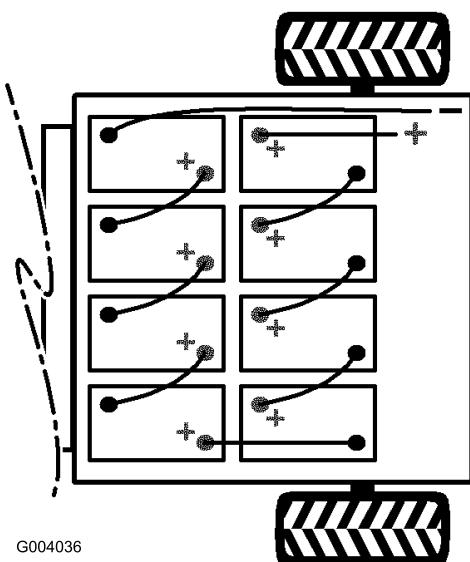

図 11
4. バッテリーは 図 11 のように配置する。
**注** バッテリーを新しく積み込む場合には、極性に十分注意してください（図 11）。
8. プラスのメイン・ケーブル（赤）でバッテリーを車両に接続する（図 11）。
9. マイナスのメイン・ケーブル（黒）でバッテリーを車両に接続する（図 11）。
6. 図 11に示すように、付属部品に入っているバッテリー・ケーブルで、バッテリーを相互に接続する。ケーブルが、鋭利な金属部などに触れないよう、注意すること。
7. ボルトを締めつけ、新しいボルト ((5/16 x 3/4 インチ)) とフランジ・ナット ((5/16 インチ)) でクリップのもう一方の側を固定する（図 11）。